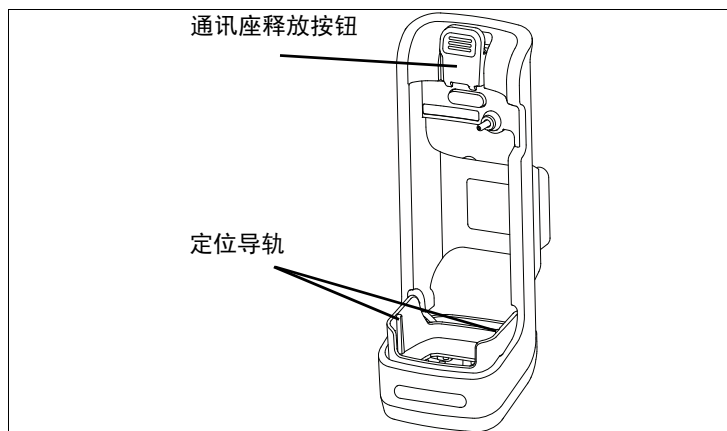
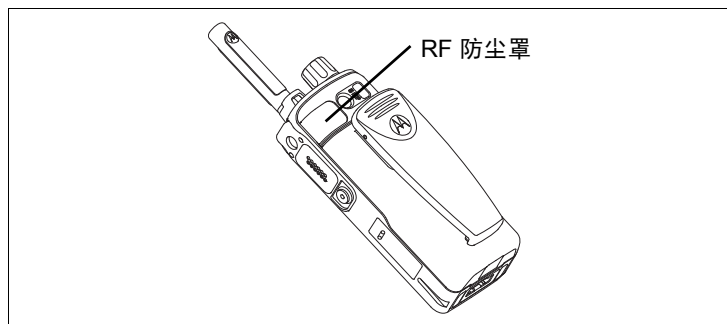

图 1 车载通讯座。
图 2 TETRA 手持式终端。
1. 将 TETRA 手持式终端放到通讯座中时，应使 TETRA 手持式终端下边的槽对准图 1 所示通讯座底部的定位导轨。在将 TETRA 手持式终端插入到通讯座之前，要确保它的 RF 防尘罩是打开的（参见图 2）。
1. 按下通讯座释放按钮（参见图 1）并从通讯座中向上提起 TETRA 手持式终端。